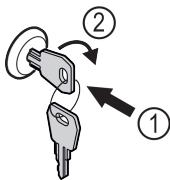

Fig. 150
- Вставьте ключ Fig. 150 (1).
- Поверните ключ на 90° по часовой стрелке Fig. 150 (2).